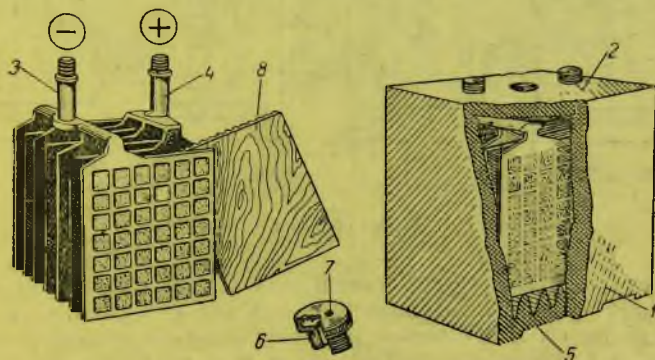

Рис. 115. Устройство аккумулятора
На наших мотоциклах устанавливаются кислотные, на которых и остановимся подробнее. На рис. 115 показано устройство такого аккумулятора. Вся его система помещается в сосуде (7), сделанном из материала, не проводящего электрический ток. В крышке (2) закрепляются две разноименных секции свинцовых пластин (3 и 4), в ячейках которых запрессована активная масса.